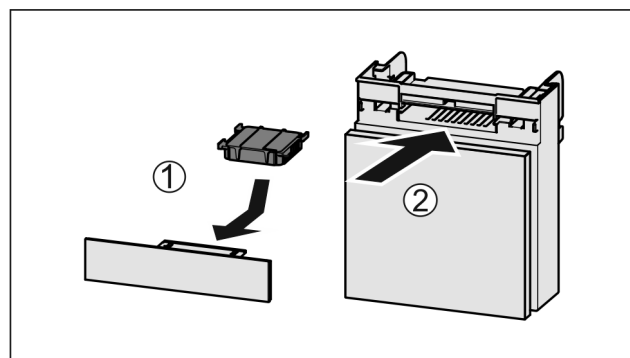

Fig. 117
- ▶ Insérer le filtre à charbon actif d'après le schéma Fig. 117 (1).
- ▶ Insérer le compartiment Fig. 117 (2).